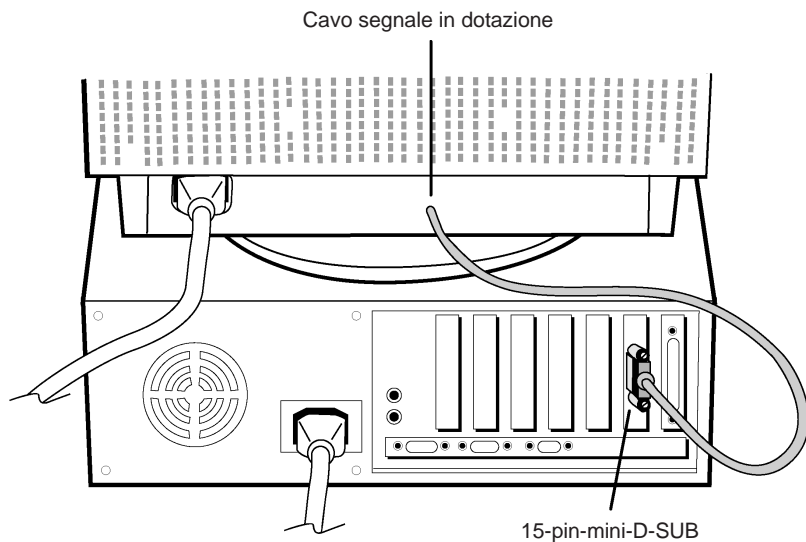

Figura A.1
3. **Per PC:** Connettere il connettore 15-pin-mini-D-SUB al connettore della scheda video del Vostro sistema (Figura A.1). Avvitare bene tutte le viti.